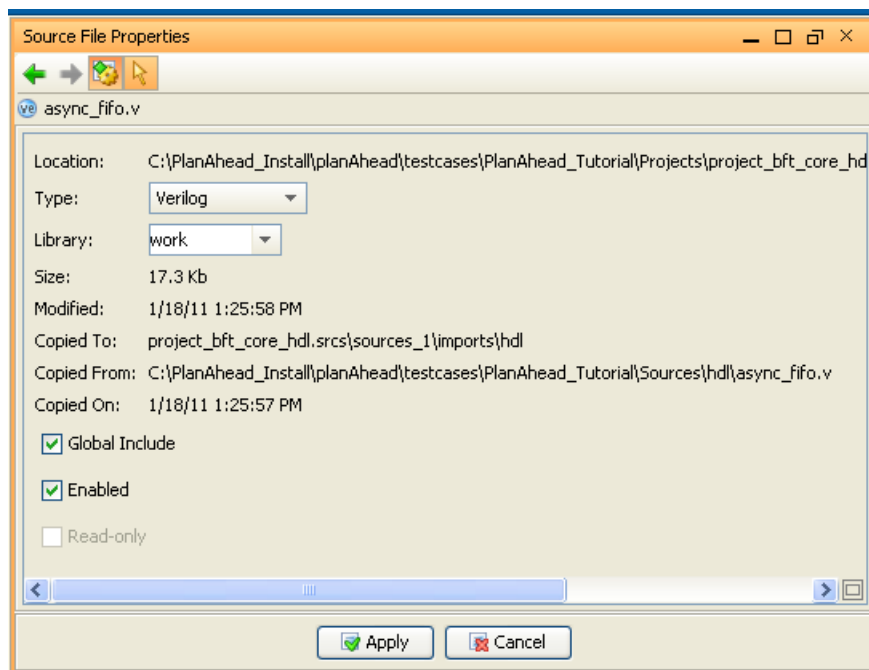

図 4-42 : [Source File Properties] ビュー
1. [Sources] ビューでソース ファイルを右クリックし、[Source File Properties] をクリックします。131 ページの図 4-42 に、Verilog ファイルの [Source File Properties] ビューを示します。